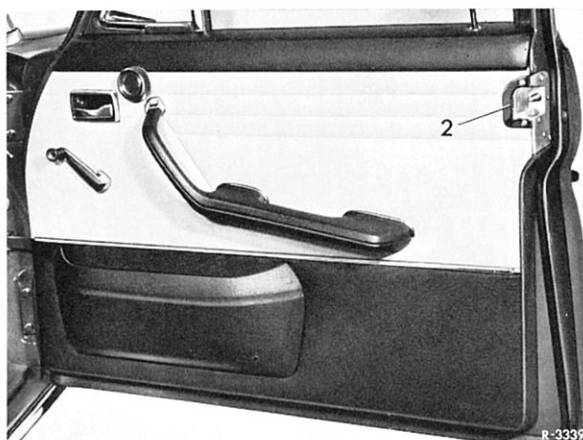

Bild 72-7/1
- 5 Blende (2) am Schloß ausbauen (Bild 72-7/1).